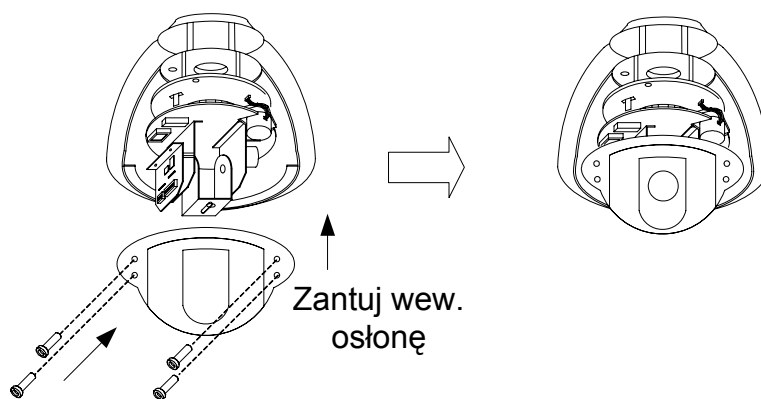

Rys. 6
2. Odkręć i zdejmij zew. osłonę. (patrz Rys. 6) Uwaga: kroki 2,3,4,5 mogą być omińnięte gdy nie ma potrzeby ustawiania protokołu PTZ i adresu urządzenia